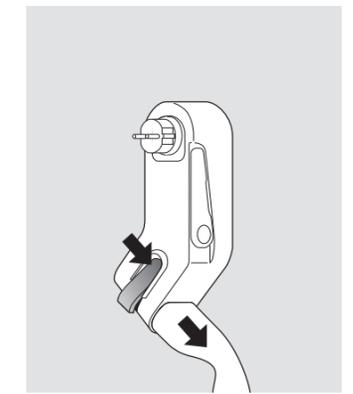

Abb. 3: Typ 2 Steckdose entriegeln
3. Mobility Dock (A) aus der Wandsteckdose ziehen
4. Wandstütze (E) entriegeln (D) und in Ausgangsposition bringen
5. Ggfs. Ladestecker mit orangem Entriegelungshebel (B) entriegeln und ausstecken (siehe Abb. 3)